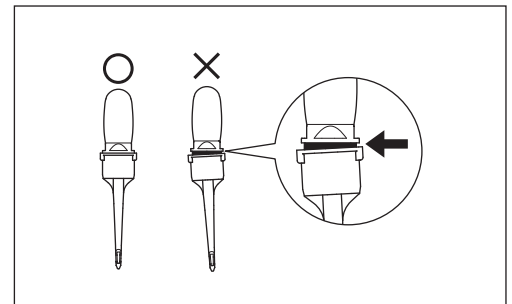

Fig. 28
- Asegúrese de insertar la punta de la boquilla correcta y firmemente tal y como se muestra en la ilustración (Fig. 28). Si la punta se inserta de forma incorrecta, se caerá y podría ser ingerida accidentalmente por el paciente.